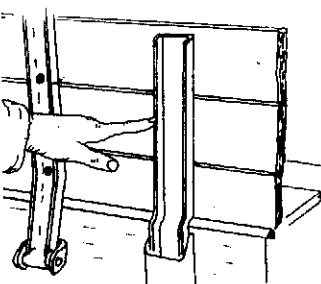

Abb. 7
26. Vor dem Beladen des Streuers ohne Streuwerk oder Endbracke die Bordwand-Halteisen anbringen, da sonst die Bracke nach außen biegt (Abb. 7).
- 26) Before loading the spreader trailer with detached spreader mechanism or transom, attach the side board stays as otherwise the transom will bend outwards (Fig. 7).
26. Avant de procéder au chargement de l'épandeur sans dispositif épandeur ou sans hayon AR, mettre en place les supports de ridelles afin d'en éviter l'écartement. (fig. 7).